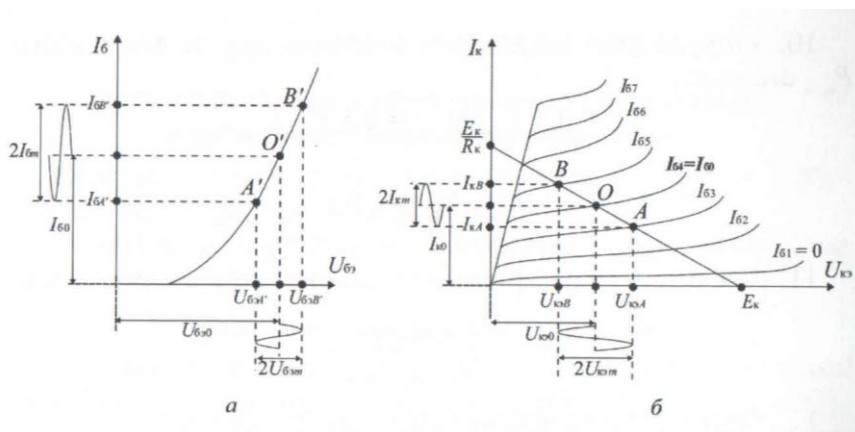

Рисунок 5 - Графическое представление работы транзистора в режиме А: а – на семействе входных характеристик, б – на семействе выходных характеристик.
Отметьте полученное значение на оси ординат (рисунок 5, б).
Отмечаем полученное значение на оси абсцисс (рисунок 5, б).
3.4 Соедините точки на оси ординат E_k/R_k и на оси абсцисс E_k , получите нагрузочную прямую (рисунок 5, б).
4 На нагрузочной прямой отметьте рабочую точку, положение которой задается током покоя базы $I_{б0}$. Рабочая точка О лежит на нагрузочной прямой в месте пересечения её со статической характеристикой, снятой, например, при $I_{б4} = I_{б0}$ (рисунок 5, б).
При положительной амплитуде сигнала ток базы увеличивается до значения, например, $I_{б5} = I_{б0} + I_{бм}$. Вычислите это значение и отметьте точку В на нагрузочной прямой (рисунок 5, б).
При отрицательной амплитуде сигнала ток базы уменьшается до значения, например, $I_{б5} = I_{б0} - I_{бм}$. Вычислите значение и отметьте точку А на нагрузочной прямой (рисунок 5, б).
9 На семействе входных характеристик (рисунок 5, а). Постройте график изменения входного тока слева от оси ординат. Входной ток изменяется в тех же пределах, т.е. от значения $I_{б0} - I_{бт}$ (точка А') до $I_{б0} + I_{бт}$ (точка В') относительно точка покоя $I_{б0}$ (точка О'). Определите амплитуду переменного напряжения на базе: